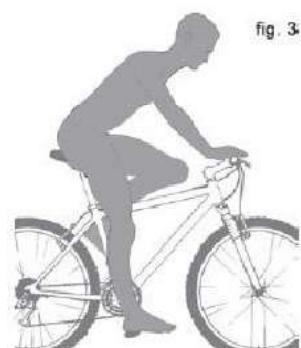

fig. 3
1. Réglage en hauteur. Pour vérifier que la hauteur de selle est correcte (fig. 3) :